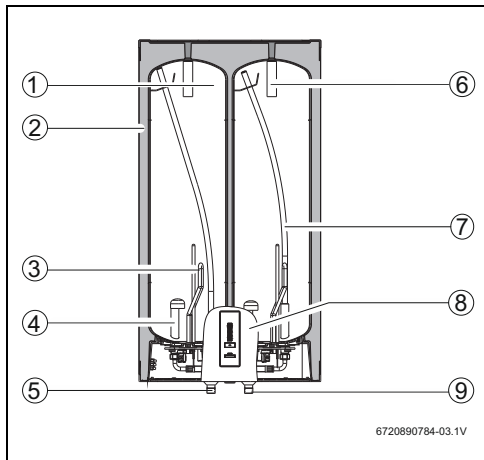

Fig. 4 Estrutura
- ▶ Identificar a tubagem de água fria e de água quente, de forma a evitar uma possível troca (Fig. 4).